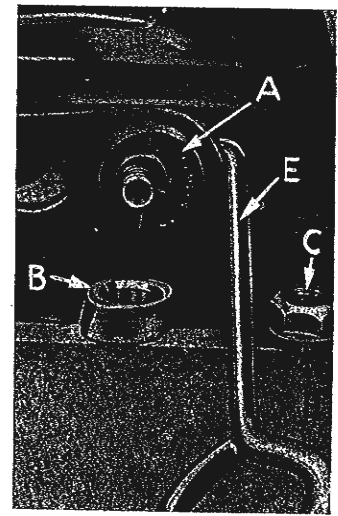

Fig. 11
Die Stichlänge wird durch den verwendeten Transportexzenter bestimmt. Die Maschinen in diesem Katalog sind normalerweise mit dem Exzenter A 10025 B-4 ausgerüstet. Beim Einbauen des Exzenters ist darauf zu achten, daß die Nabe und Ölnut nach links bzw. nach außen liegen (A, Fig. 11). Die schräge Seite des Distanzrings (B) muß auch nach links bzw. nach außen liegen, so daß der Freistich im Distanzring auf der Nabe des Exzenters liegt d. h. nach außen.